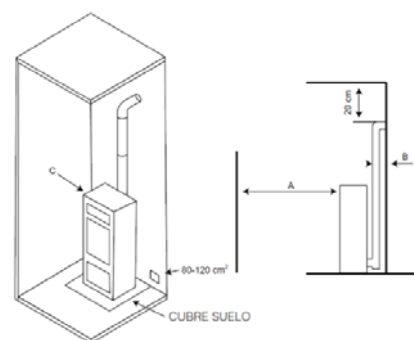

Fig. 1
- Deberemos instalar rejillas de entrada de aire de tal forma que se pueda garantizar que no sean bloqueadas. Dichas rejillas se deberán instalar tanto en la zona inferior de la instalación como en la parte superior, de tal modo que se garantice una circulación del aire y por lo tanto una constante refrigeración (Fig. 1).
- Mantener alejado cualquier material inflamable o sensible al calor a una distancia mínima de seguridad de 1,5 m tanto del aparato como de los conductos de evacuación de humos (Véase las normas anti-incendio en vigor). Fig.1